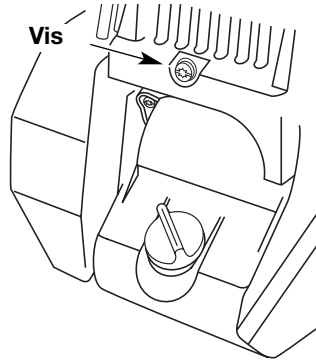

Fig. 41
3. Enlevez la vis derrière le couvercle du moteur (Fig. 41).